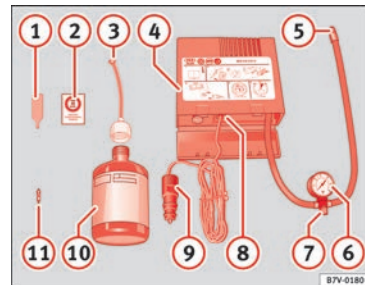

Abb. 48 Prinzipdarstellung: Bestandteile des Pannensets »»
- Ventilkappe und Ventileinsatz vom Reifenventil abschrauben. Verwenden Sie den Ventileinsatzdreher » **Abb. 48** ① zum Heraus-schrauben des Ventileinsatzes. Legen Sie den Ventileinsatz auf einem sauberen Untergrund ab.
- Reifendichtmittelflasche kräftig schütteln » **Abb. 48** ⑩.
- Schrauben Sie den Einfüllschlauch » **Abb. 48** ③ auf die Dichtmittelflasche. Die Folie am Verschluss wird automatisch durchstoßen.
- Verschlussstopfen vom Einfüllschlauch » **Abb. 48** ③ entfernen und das offene Ende ganz auf das Reifenventil stecken.
- Ventileinsatz mit dem Ventileinsatzdreher » **Abb. 48** ① wieder in das Reifenventil schrauben.
- Reifenfüllschlauch ⑤ des Luftkompressors » **Abb. 48** fest auf das Reifenventil schrauben.
- Prüfen, ob die Luftablassschraube » **Abb. 48** ⑦ zuge dreht ist.
- Stecker » **Abb. 48** ⑨ in die 12 Volt-Steckdose des Fahrzeugs stecken » **Abb. 48** Seite 130.
- Luftkompressor mit dem EIN- und AUS-Schalter » **Abb. 48** ⑧ einschalten.
- Reifenfülldruck nach 10 Minuten Fahrt erneut prüfen » **Abb. 48** Seite 80.
» **Abb. 48** in Pannenset TMS (Tyre Mobility System)* auf Seite 78